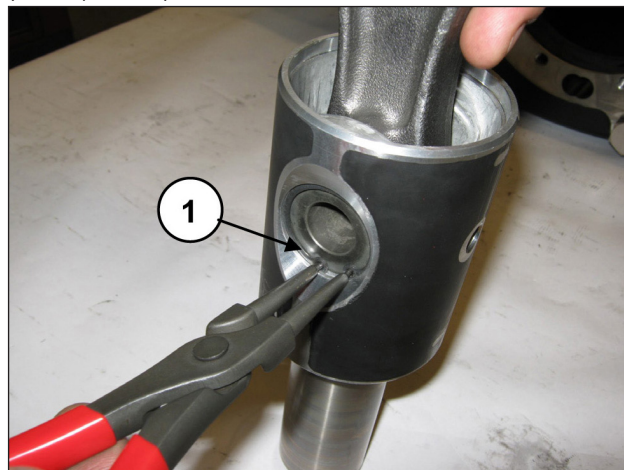

Рис. 39
Снимите оба стопорных кольца поршневого пальца (поз. ①, Рис. 39).
Вставьте шатун в направляющую поршня (поз. ①, Рис. 41), а затем вставьте палец (поз. ①, Рис. 40). Установите оба стопорных кольца буртика (поз. ①, Рис. 39).